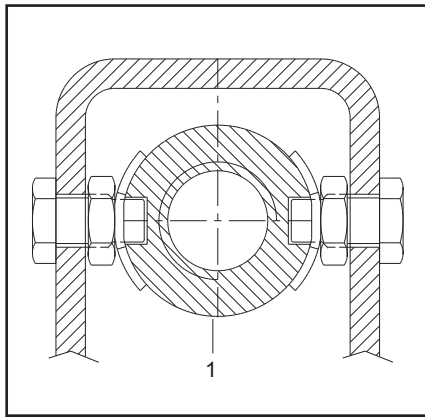

Fig.65 - Abb.65
- check dimension in Fig.65: For optimal operating conditions ensure $A = 1.5 \text{ mm.}$
■ Contrôler la cote A (Fig. 65). Si A=1,5 mm: écrou en parfait état.
■ Die Höhe anhand der Abbildung 65 kontrollieren: bei A = 1,5 mm wird ein optimaler Betrieb gewährleistet; bei A = 0 mm ist das tragende Spiralgehäuse zu ca. 50% verschlissen und muß ausgewechselt werden.
- Verificare, con chiave dinamometrica, che la coppia di serraggio dei dadi di bloccaggio della chiocciola portante (Fig.65 pos.1) sia di circa 20 Nm.
- Using a torque wrench set to ca. 20 Nm, check the nuts (pos.1 Fig.65) are tightened enough.
- Vérifier à l'aide d'une clé dynamométrique que la couple de blocage de l'écrou porteur (Fig.65 pos.1)soit d'environ 20Nm.
- Mit einem Drehmomentschlüssel sicherstellen,dab das Anzugsmoment der Arretiermuttern der Tragmutter (Abb.65;pos.1)ca.20 Nm ist.
- Verificar con una llave de torsión calibrada a 20Nm aprox. que las tuercas estén bien apretadas (fig.65 pos.1).